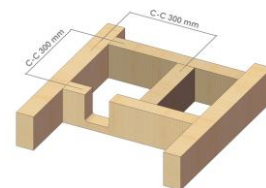

Fig 15
1. Golvbjälkarna vid golvbrunnen ska vara monterade c/c 300 mm x 300 mm. Vid installation med horisontalt utloppsrör görs ett urtag i bjälkarna, se fig 15